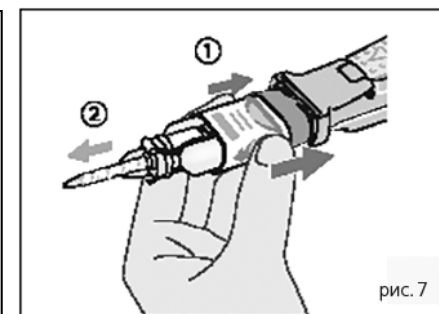

рис. 7
- е) Після внесення матеріалу відпустіть ручку. Відтягніть рукав назад та зніміть "GC FujiCEM 2 змішувальну насадку SL" (Рис.7). Очистіть носици картриджа та встановіть захисну кришку.